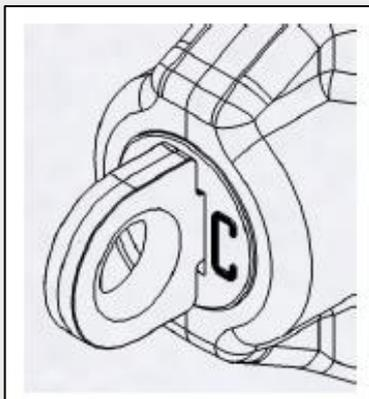

Figura 3 - Insira o cartucho de cliques completamente no aplicador
- Insira completamente o clipe no aplicador, como mostra a Figura 3.